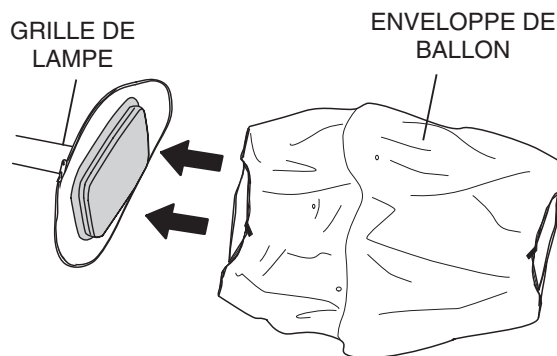

Figure 43. Installation d'une nouvelle enveloppe de ballon
3. Faire glisser la nouvelle enveloppe du ballon (Figure 43) sur le dessus de l'ensemble de protection de la lampe.